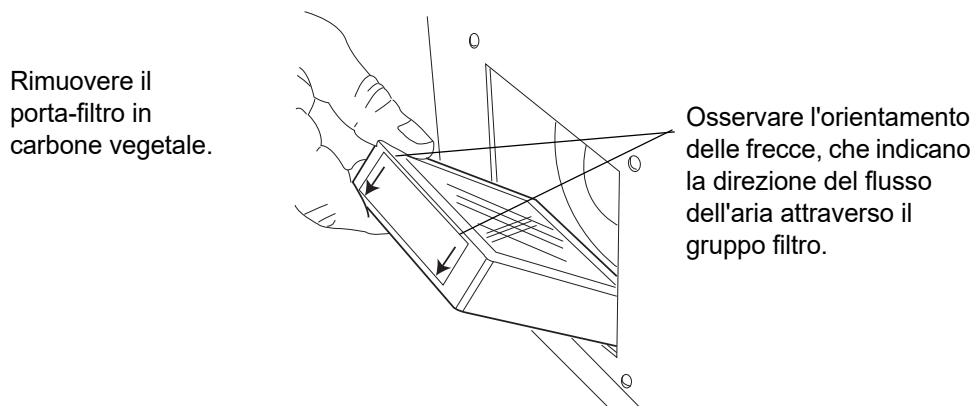

Figura 4-10 Rimuovere il filtro in carbone vegetale
2. Rimuovere il filtro in carbone vegetale dal processore. Tenere presente che sulla parte superiore del filtro è presente un'etichetta con frecce, che indicano la direzione del flusso dell'aria attraverso l'unità. Le frecce sono rivolte all'esterno, verso la parte posteriore del processore. (Fare riferimento alla Figura 4-10.)